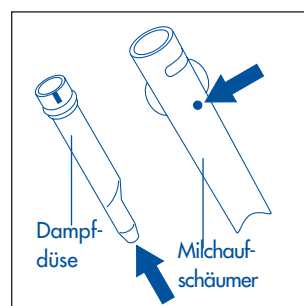

Abb. 27
- Kontrollieren, dass die beiden in Abb. 27 durch die Pfeile angezeigten Löcher nicht verstopft sind. Gegebenenfalls mit einer Nadel durchstechen und säubern.